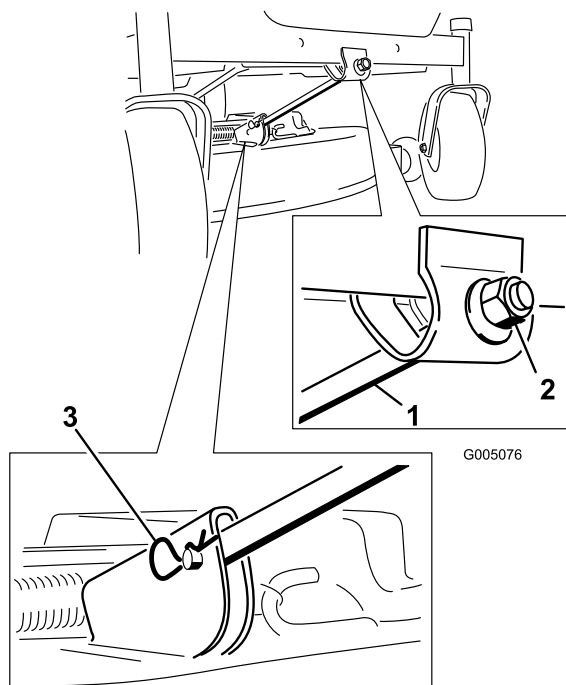

Figura 47
4. Togliete la coppiglia a forcina e il perno con testa dall'asta di sostegno anteriore (Figura 47). Abbassate con cautela la parte anteriore del piatto di taglio fino al suolo.
6. Montate l'asta di sostegno anteriore sul piatto di taglio con il perno con testa e la coppiglia a forcina (Figura 47).